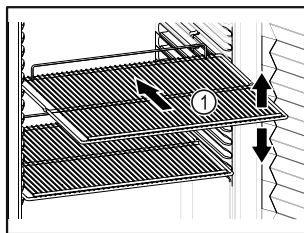

Fig. 60
- Pokud jsou odstavné rošty Fig. 60 (1) přemístitelné, přizpůsobte je vždy na danou výšku.